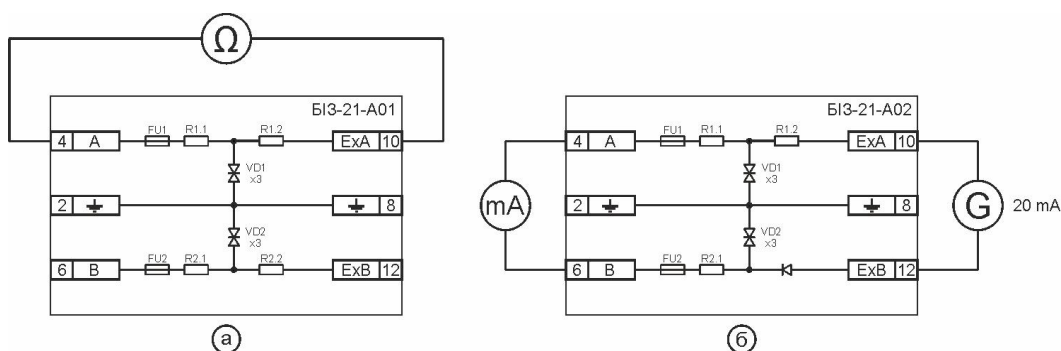

Рисунок 4.1 – Перевірка справності запобіжників і резисторів бар'єру БІЗ-21-А01 (а) та БІЗ-21-А02 (б)
4.1.1 Підключіть до клем 4(А) і 10(ЕхА) прилад Щ300 (рисунок 4.1, а) та виміряйте опір першої вітки. Якщо опір менший 330 Ом або більший 350 Ом, бар'єр вважається несправним.
4.1.3 Підключіть до клем 10(ЕхА) і 12(ЕхВ) прилад Щ300 (рисунок 4.1, б) та виміряйте струм на клеммах 4(А), 6(В). Якщо струм відмінний від 20 мА, бар'єр вважається несправним.